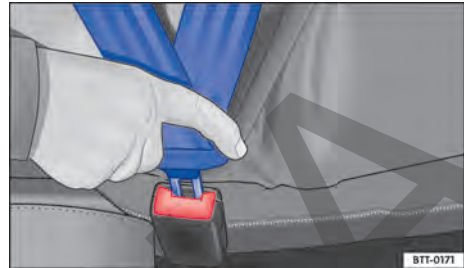

Fig. 27 Introducir la pestaña de encastre del cinturón de seguridad en el cierre del cinturón.
- Inserte la lengüeta del cinturón con fuerza en el cierre del cinturón de seguridad correspondiente al asiento → fig. 27.